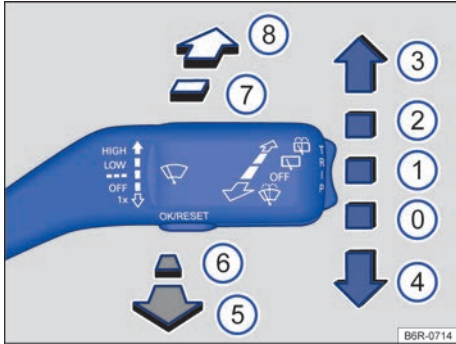

Fig. 58 Manejar los limpiaparabrisas / lavaparabrisas y el limpiavidrios / lavaluneta.
- Presionar la palanca de los limpiavidrios brevemente hacia abajo → fig. 58 **④**.